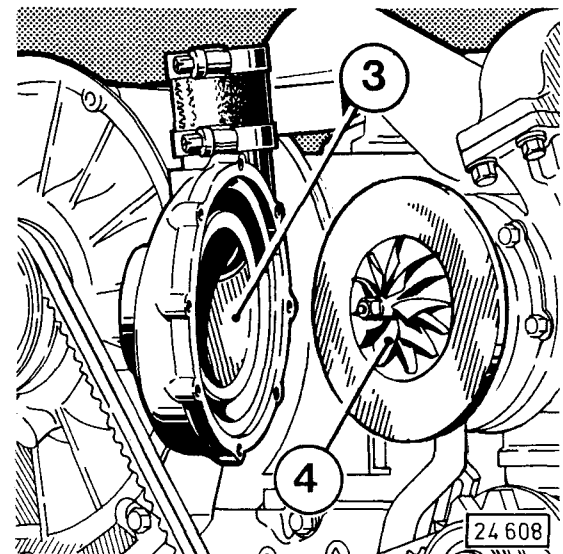

Fig. 65
- Mit nicht ätzendem Reinigungsmittel (z.B. Dieselmotorenöl, P3 oder Kaltreiniger) Verdichtergehäuse 3 (Fig. 65) und Verdichterslaufrad 4 reinigen.